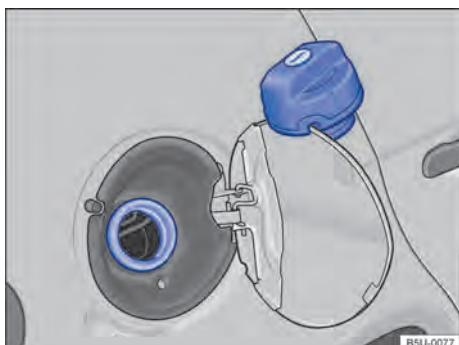

Fig. 103 Portinhola do tanque de combustível aberta com a tampa do tanque de combustível pendurada.
– Girar a tampa do tanque no sentido anti-horário e pendurá-la em cima da portinhola do tanque de combustível → Fig. 103.